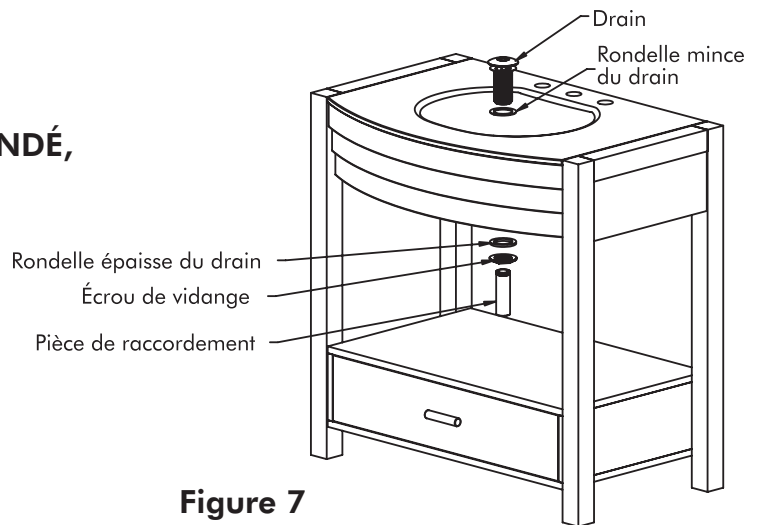

Figure 7
- Reportez-vous à la figure 7.